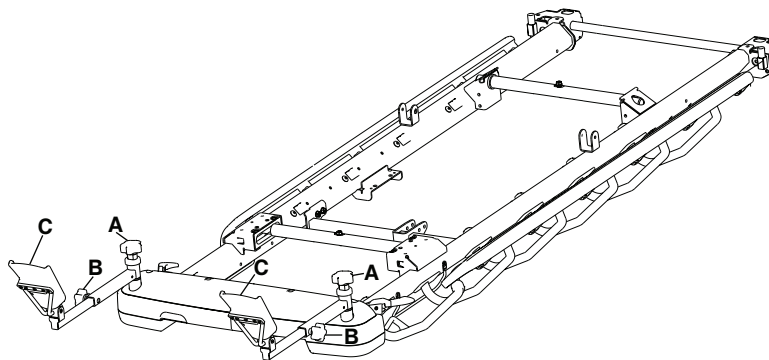

Figura 21 – Posizionamento dei poggiatesta
1. Allentare il pomello per le ginocchia (A) sulla sommità del poggiatesta per regolarne l'angolo da lato a lato (Figura 21).
2. Serrare il pomello per le ginocchia (A) per bloccare il poggiatesta nella posizione desiderata.